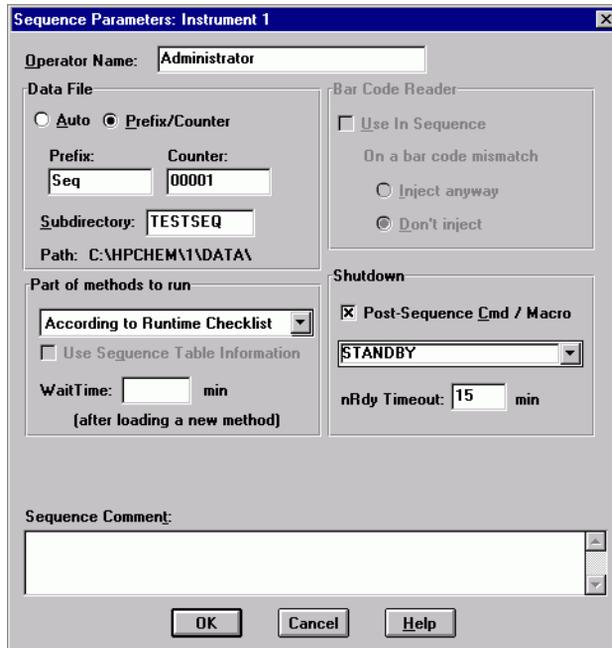

Figura 15 El cuadro de diálogo de parámetros de secuencia
- 4 Muestre el cuadro de diálogo de parámetros de secuencia, **Sequence Parameters** (consulte la Figura 15):